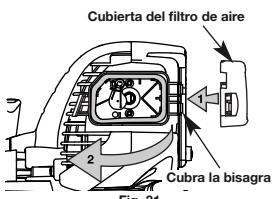

Fig. 31
6. Vuelva a instalar la cubierta del filtro de aire. Coloque los ganchos del lado derecho de la cubierta del filtro de aire en las ranuras del lado derecho de la placa posterior (Fig. 31, No. 1).
7. Mueva la cubierta hacia la izquierda derecha hasta que la orejeta del filtro de aire calce en su lugar en la ranura de la placa posterior (Fig. 31, No. 2).